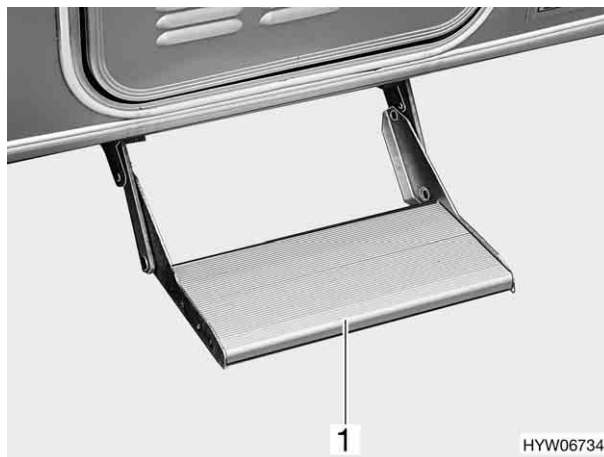

Fig. 6 Scalino di ingresso
- Afferrare lo scalino di ingresso (Fig. 6,1) dalla parte inferiore, estrarlo e ribaltarlo verso il basso.